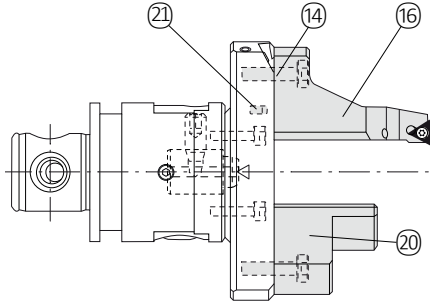

Fig. 6
**Porte-plaquette de détourage et contrepoinds (Fig. 6)**